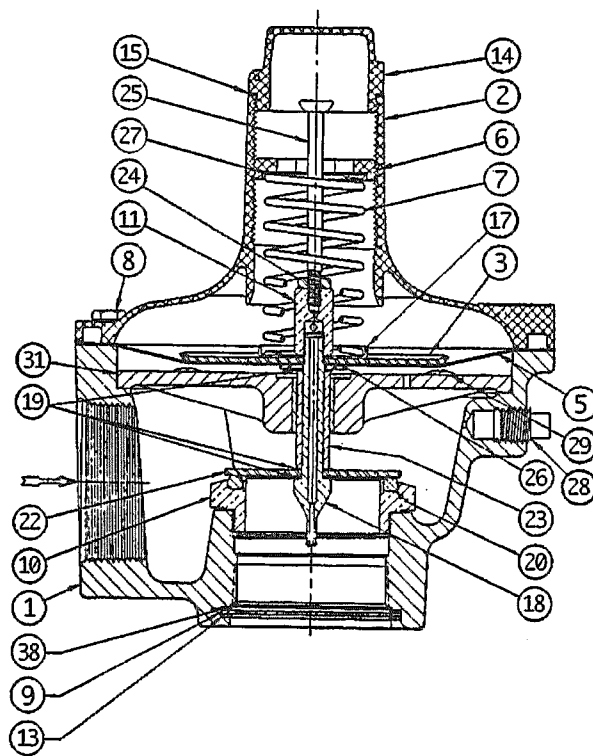

図8. 289H形-2inリリーフバルブの断面
リリーフバルブの断面構造とキー番号は、図8を参照して下さい。
- 4) 図8を参照して、ワッシャ (キー-22), 3個のガスケット (キー-19), スペーサ (キー-23), ステムガイド組 (キー-31) をピトー管 (キー-18) にセットして下さい。